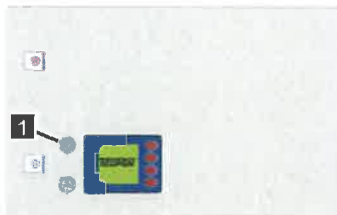

Abb. 110
4. Den [Drucktaster] (Abb.110/1) solange gedrückt halten bis die Arbeitsstellung erreicht ist.